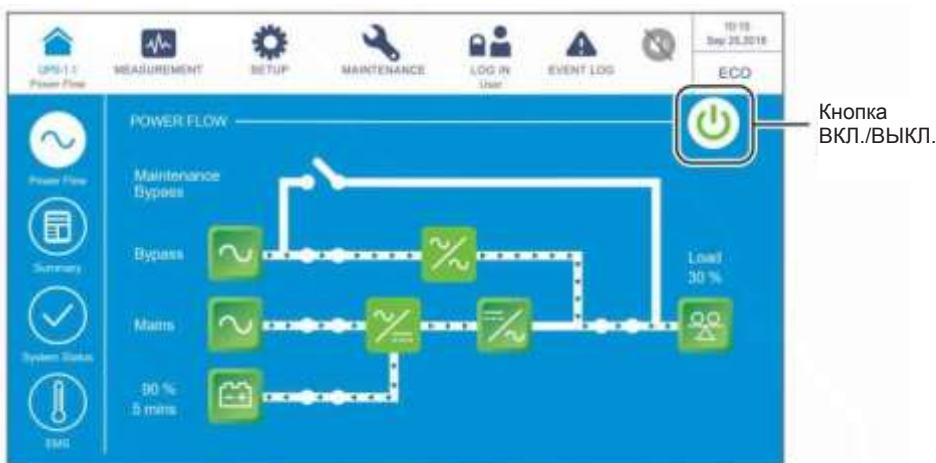

Рисунок 6-52: Экран ECO-режима и кнопка ВКЛ./ВЫКЛ.
- ① В ECO-режиме на ЖК-дисплее отображается следующий экран (*Рисунок 6-52*), а трехцветный светодиодный индикатор горит зеленым. Расположение трехцветного светодиодного индикатора см. на *Рисунке 2-11*.